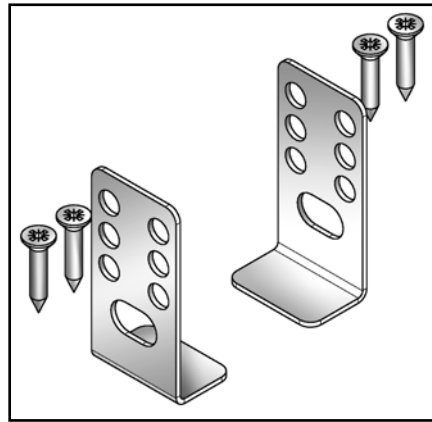

Fig. 2
- Nr. 2 staffe fissaggio posteriore + nr. 4 viti per truciolare 4,5×16 mm (Fig. 2).